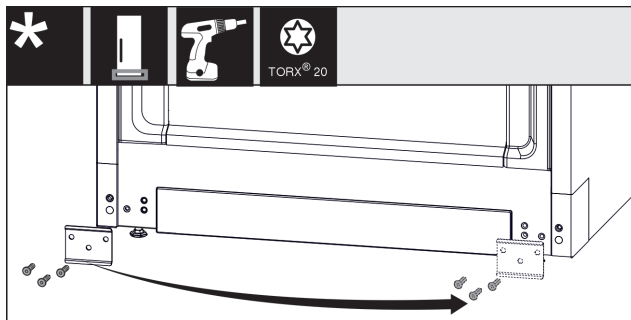

Fig. 16
- ▶ Открутите пластину Fig. 16 (1), переставьте на другую сторону и снова прикрутите.